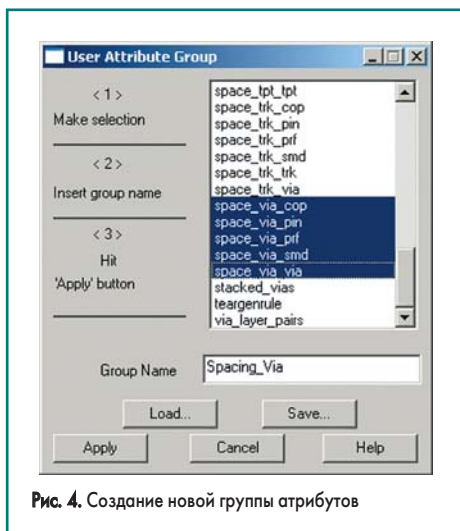

Рис. 4. Создание новой группы атрибутов
- В появившемся на экране диалоговом окне User Attribute Group (рис. 4) с помощью мыши при нажатой клавише CTRL в списке справа выберем пять параметров, относящихся к зазорам между переходными отверстиями и другими объектами.